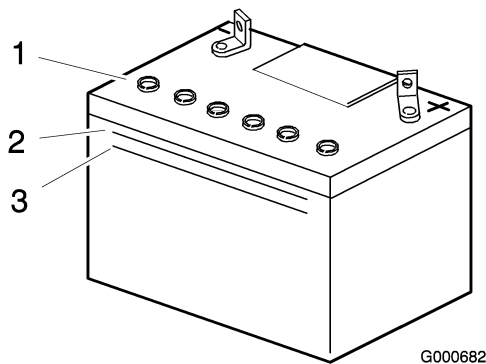

Bild 45
2. Sehen Sie sich die Seite der Batterie an. Der Füllstand muss bis zur oberen Linie reichen. Der Säurestand darf nicht unter die untere Linie fallen (Bild 45).